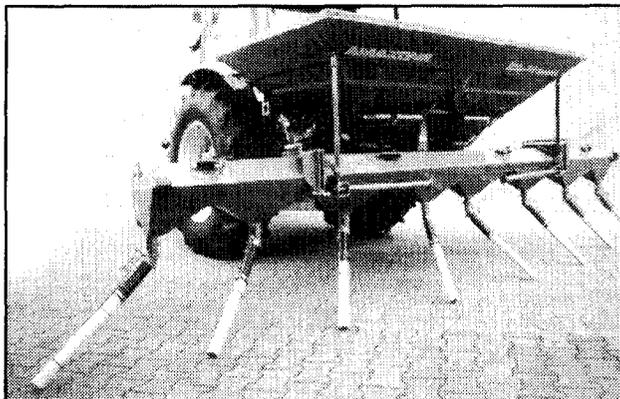

Рис. 10.19
10.17 УСТРОЙСТВО ДЛЯ РЯДОВОГО РАЗБРАСЫВАНИЯ (РИСУНОК 10.19)